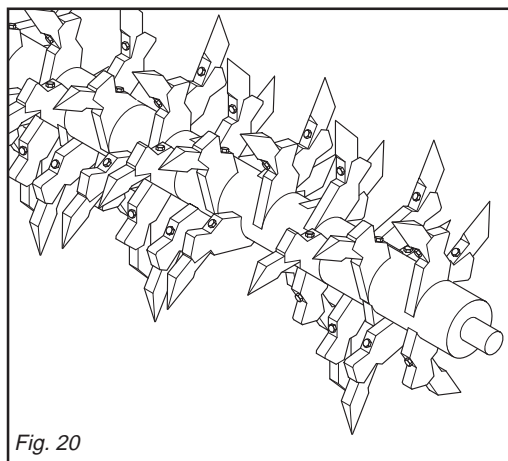

Fig. 20
Questa versione monta un rotore speciale a denti fissati su supporti stampati in acciaio ad alta resistenza (Fig. 20).
*This version is fitted with a special toothed rotor fastened to high resistance molded steel supports (Fig. 20).*
Diese Ausführung hat einen Spezialläufer mit Zähnen, die auf formgestanzten Lagerungen aus sehr widerstandsfähigem Stahl befestigt sind (Abb. 20). Kann mit Planierblechen oder rückwärtiger Walze ausgestattet sein. Diese Maschine ist für die Vorbereitung des Aussaatbetts auf festem und steinreichem Erdreich geeignet.
*Cette version dispose d'un rotor spécial à dents fixées sur des supports matricés en acier à résistance élevée (Fig. 20).*
Esta versión tiene montado un rotor de dientes, los cuales están fijados sobre soportes estampados de acero de alta resistencia (Fig. 20).